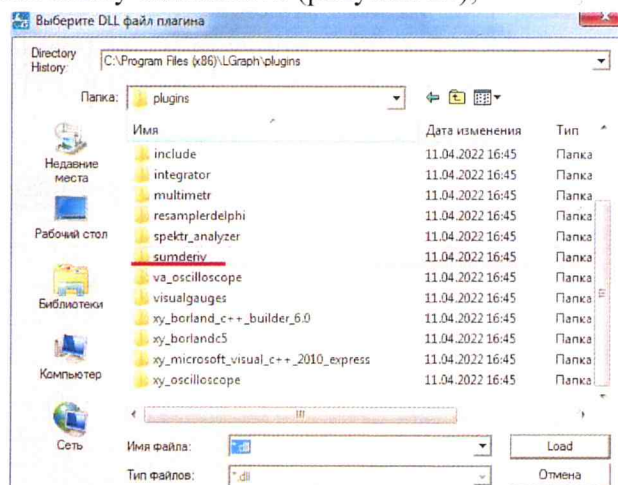

Рисунок 12. Папка «sumderiv»
3) В папке «plugins» выберите папку «sumderiv» (рисунок 12);